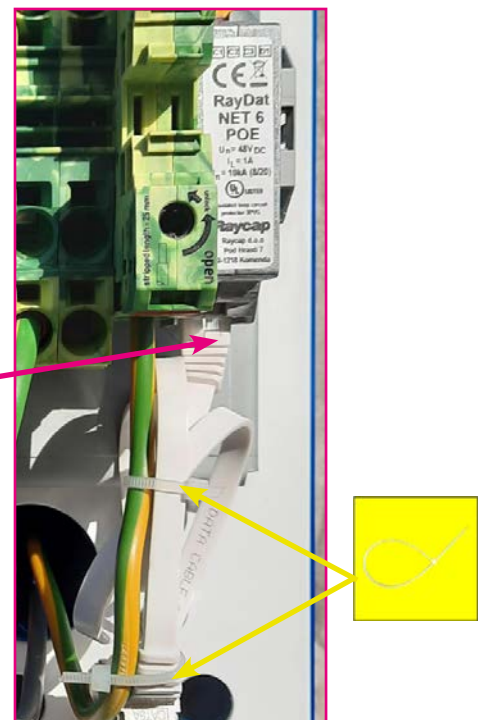

Abb. 40:Detail LAN-Anschluss
- LAN-Kabel und PE-Ader mit Kabelbinder fixieren: siehe Abb. 40.